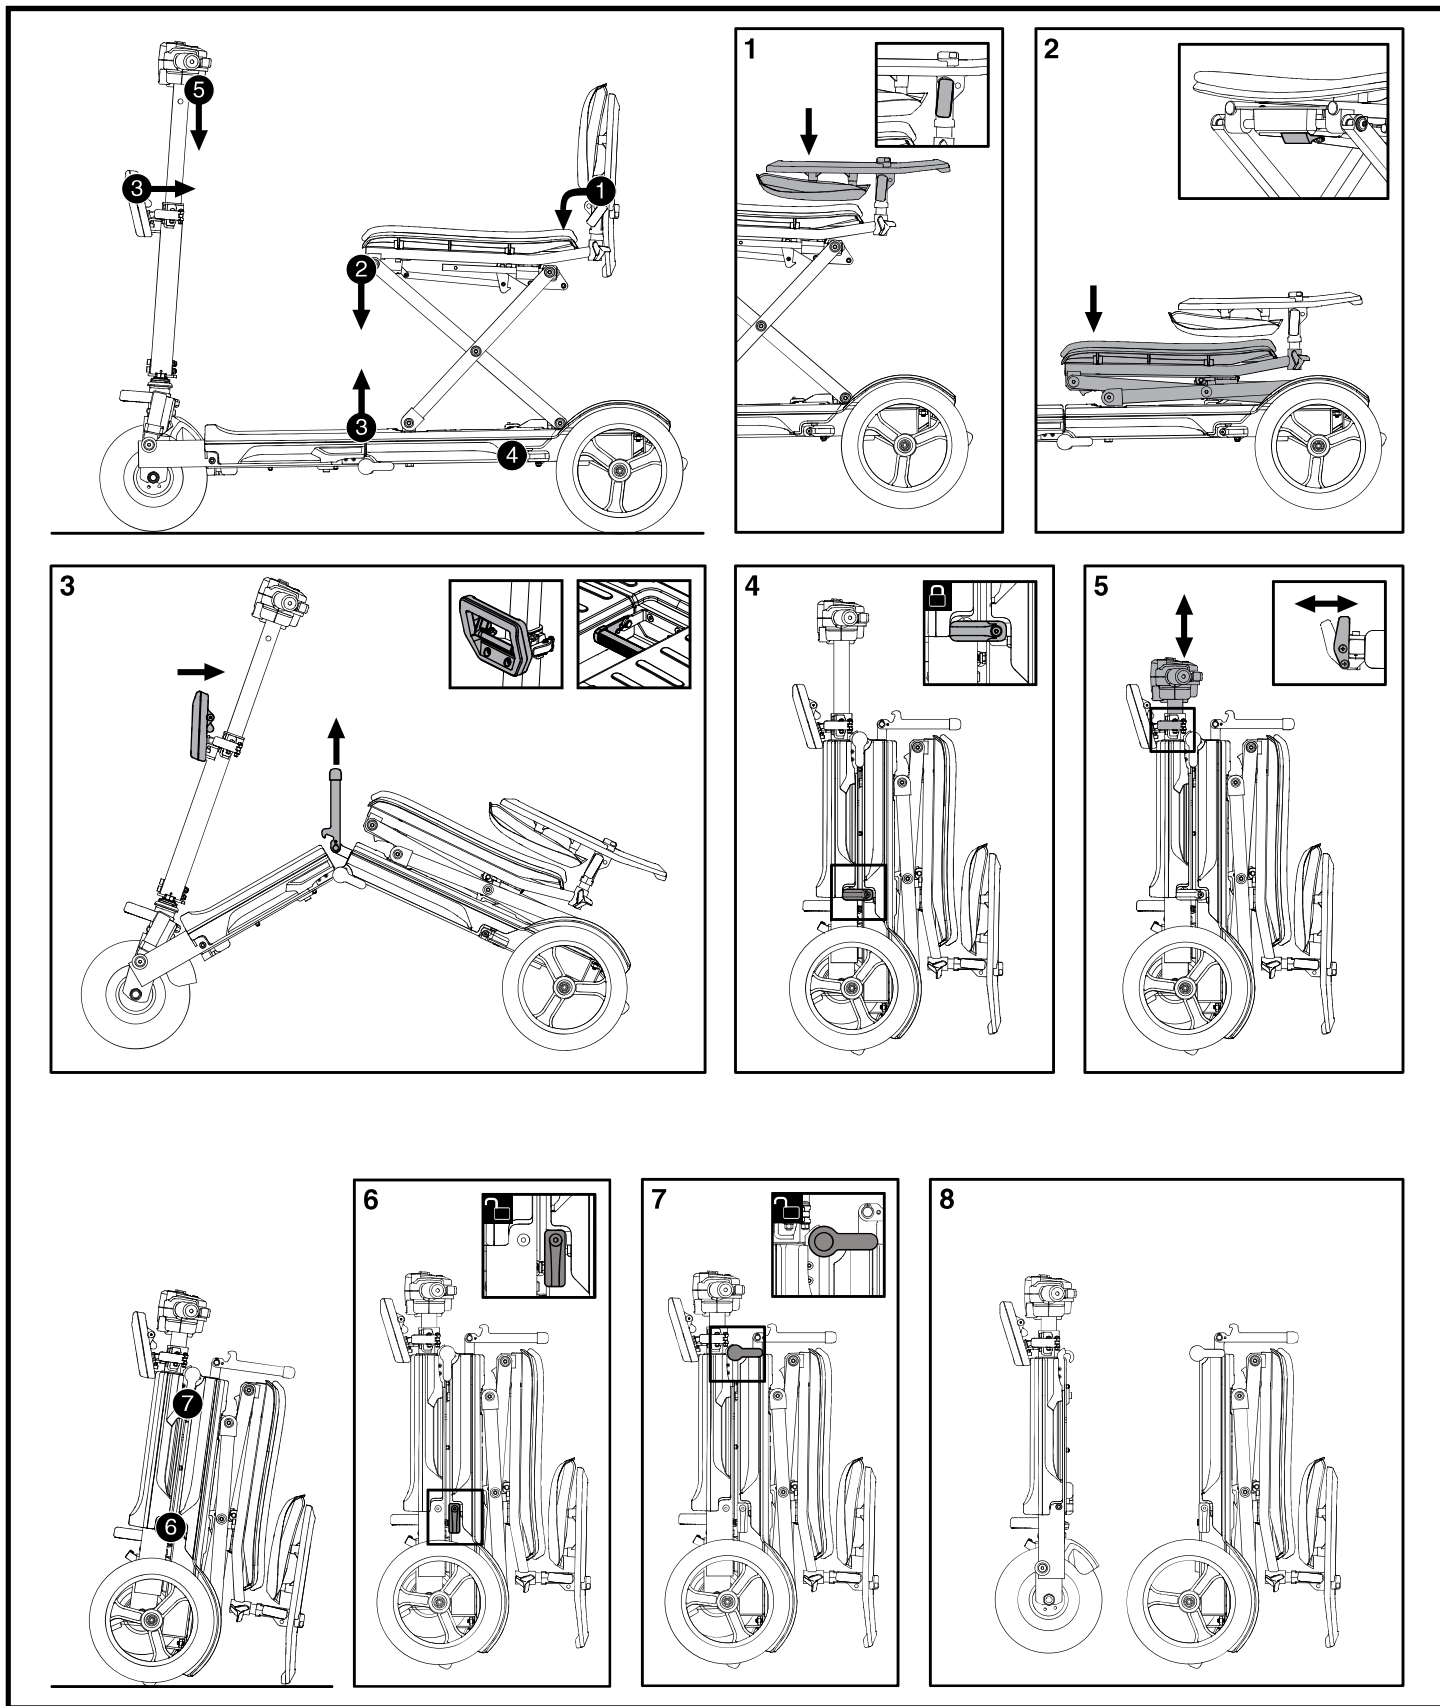

Figure 14. Pliage pour le transport
Pour plier votre scooter (voir figure 14):
Pour déplier votre scooter (voir figure 14):
1. Pliez votre scooter comme indiqué à l'étape 6 de la **figure 14**. Reportez-vous à V. "Démontage/Montage et Pliage/Dépliage" pour plus d'informations.
4. Dépliez votre scooter comme indiqué sur la **figure 14**. Reportez-vous à V. "Démontage/Montage et Pliage/Dépliage" pour plus d'informations.